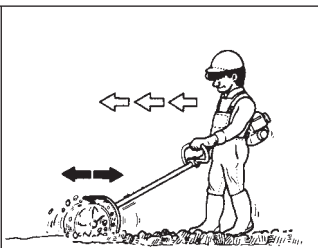

Fig. 3-1
- a. For standard tilling. Walk forward as pulling and pushing the unit little by little like using a vacuum cleaner. (Fig. 3-1)
- a. Beim normalen Pflügen laufen Sie langsam vorwärts, während Sie das Gerät ähnlich wie beim Staubsaugen Stück für Stück vor- und zurückbewegen. (Fig. 3-1)
Marcher en avant à la façon de tirer et de pousser peu à peu l'ensemble, comme si on utilisait un aspirateur de poussière. (Fig. 3-1)